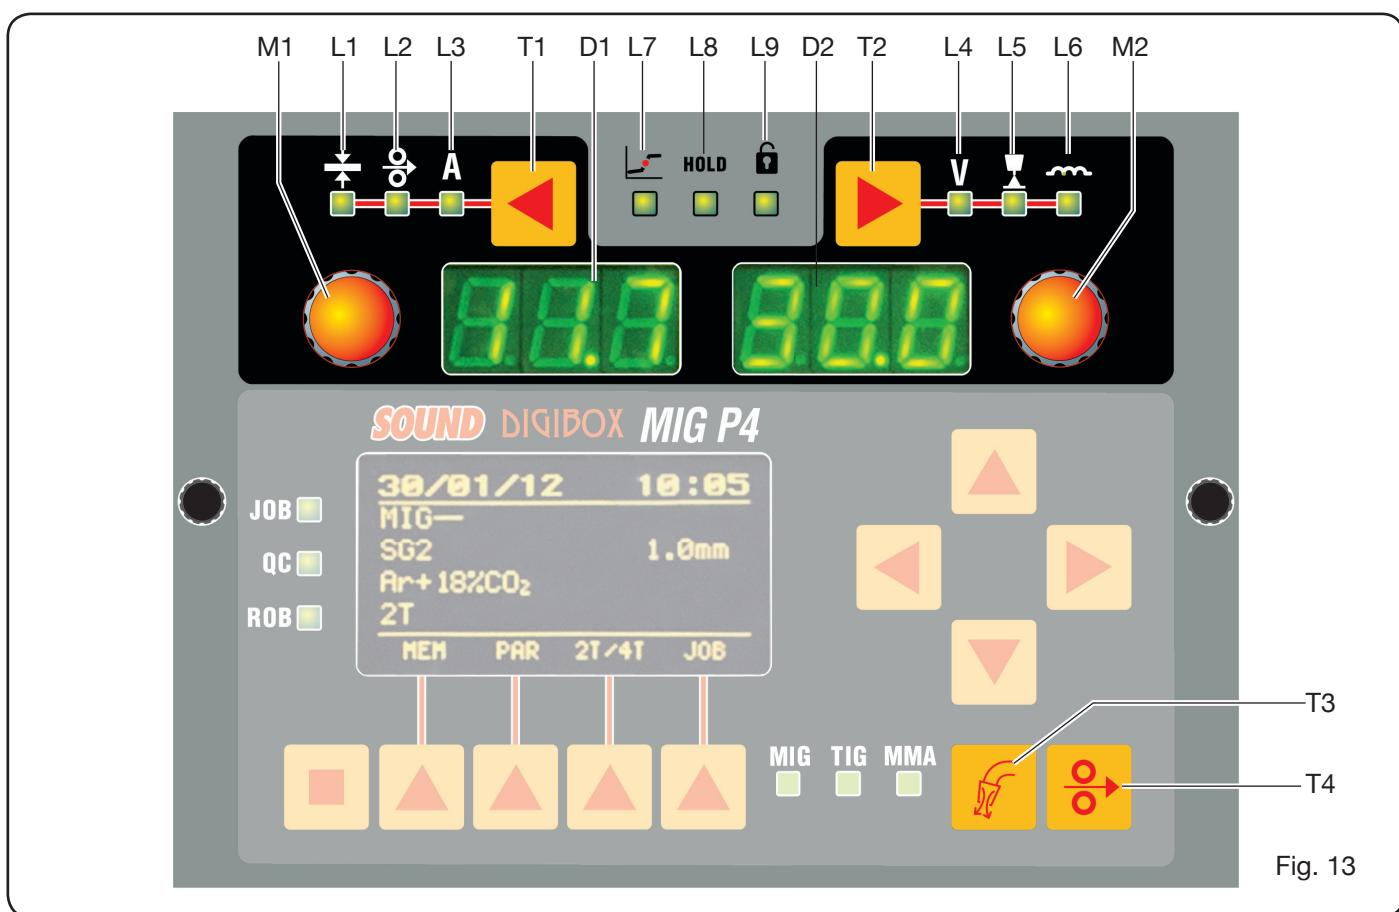
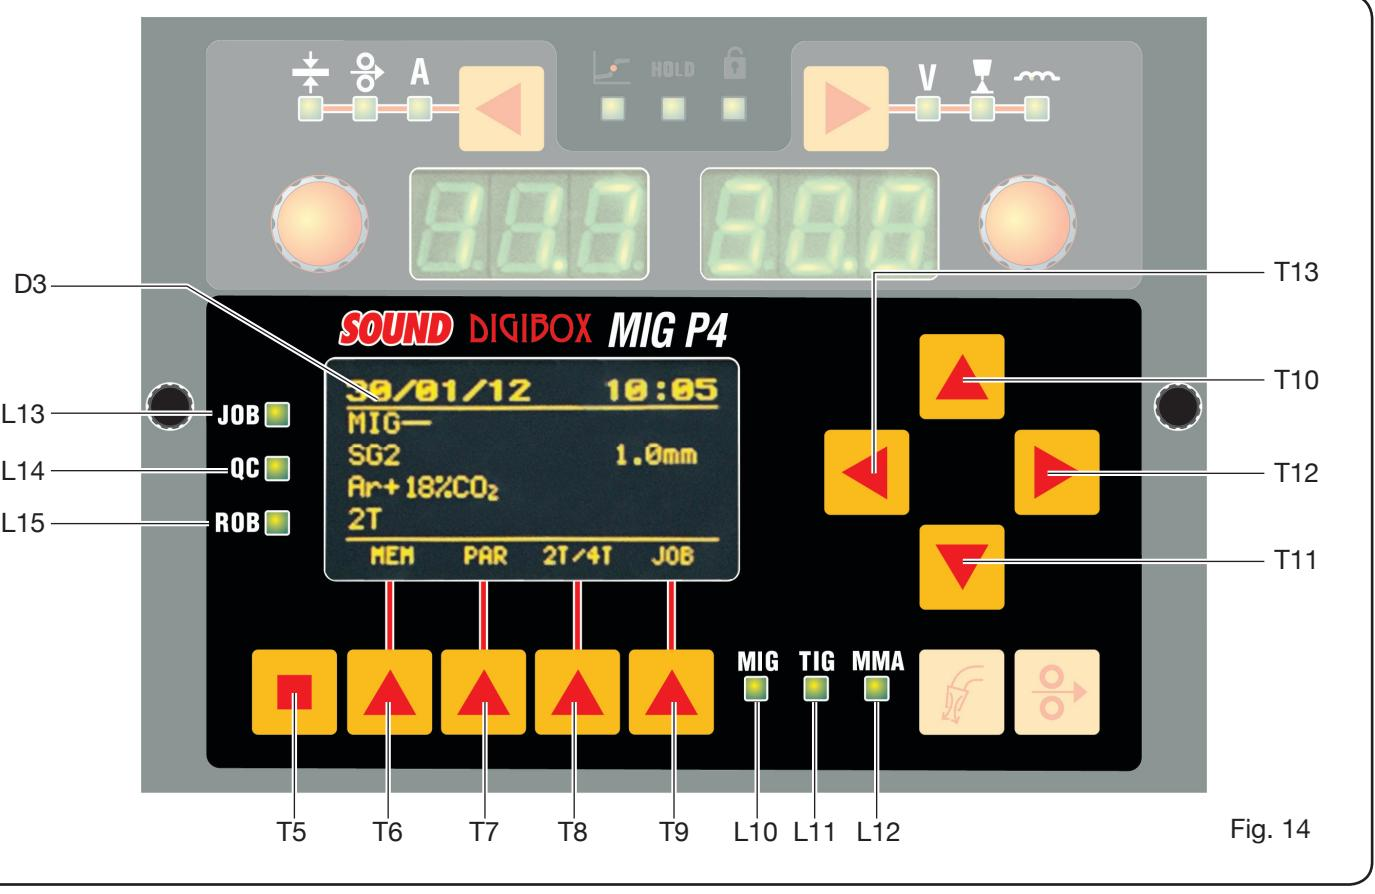

Fig. 13
Fig. 14
Het bedieningspaneel bestaat uit een **controlezone** (Afb. 13) en een **instellingenzone** (Afb. 14).
6.1 BEDIENINGSPANEEL (AFB. 13).
6.2 INSTELLINGSPANEEL (AFB. 14).